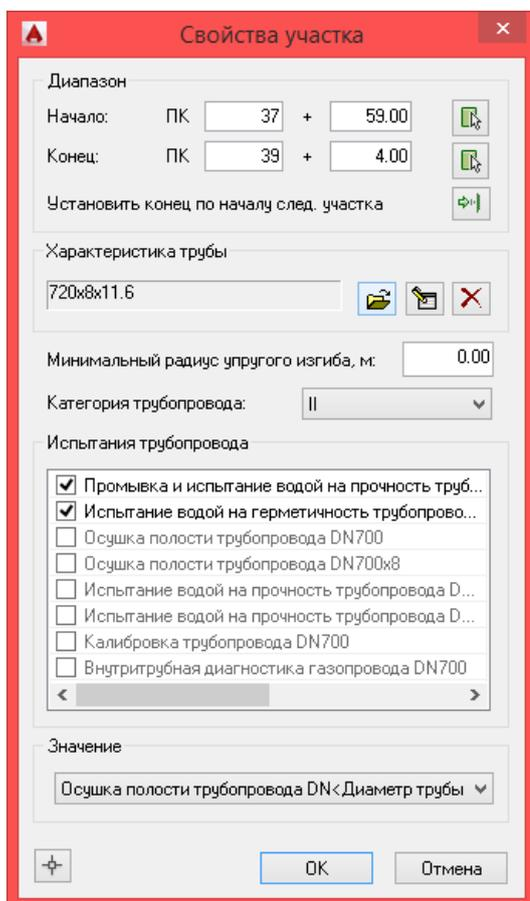

Рис. 81 Диалоговое окно создания участка
3. Задать границы участка: начало и конец (см. рис. 81).